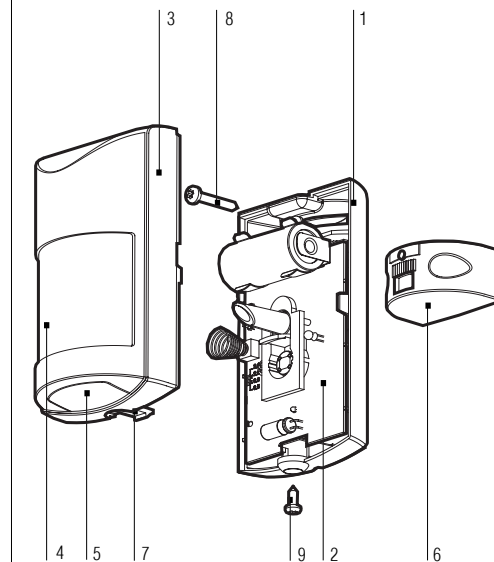

Рис. 1
Извещатель выполнен в виде одного блока (Рис.1) и состоит из: основания (1); печатной платы с элементами (2); крышки (3) с зацепом (7); линзы Френеля со светофильтром (4); окна анти-саботажной зоны (5); кронштейна (6); шурупа (8) для крепления основания с кронштейном; шурупа (9) для соединения крышки с основанием.